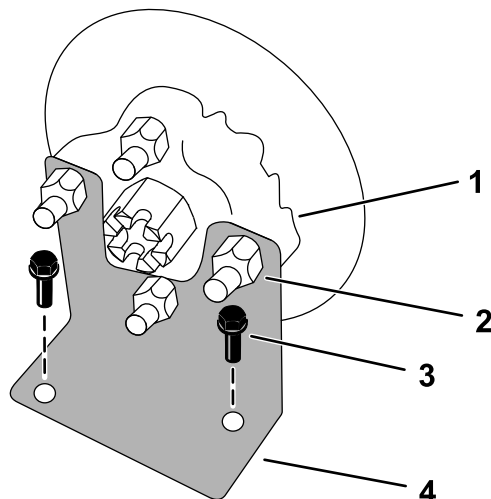

Figura 1
9. Îndepărtați cele 4 prezoane de pe fiecare butuc de roată (Figura 1).